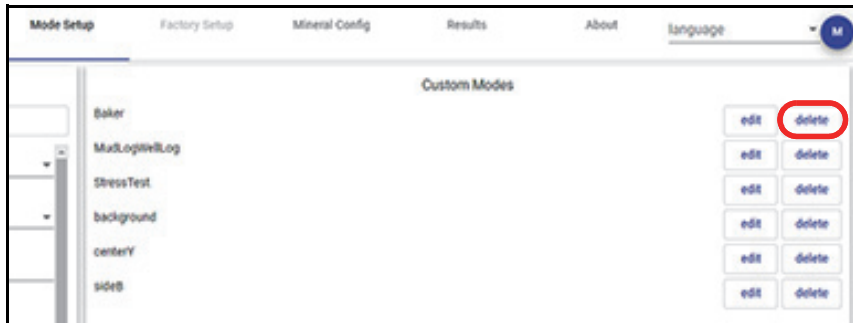

Figura 5-16 Botões Delete
- ◆ Clique no botão **Delete** (veja Figura 5-16 na página 75).